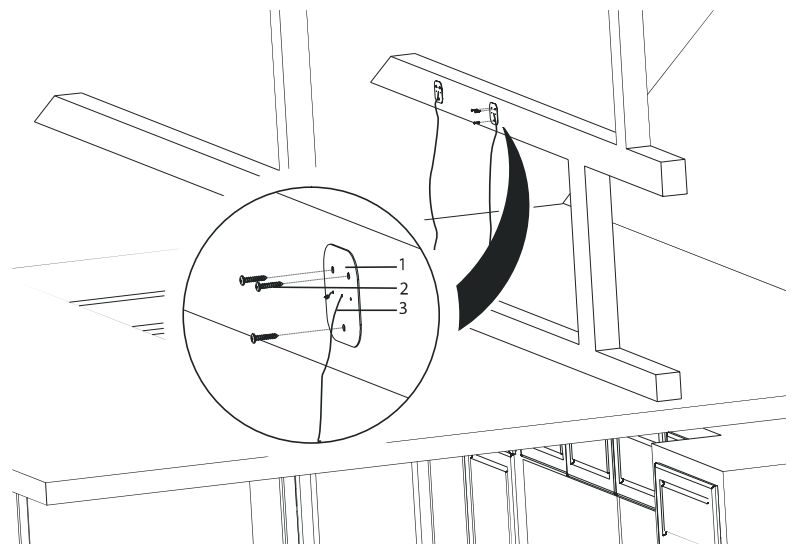

Fig. 19
4. ➔ Montér nu de 4 ophængningsplader, som stålwirerne sidder fast i, på et spær eller en lægte på loftet. Ophængningspladerne må vende på alle led (bemærk spærret eller lægten skal kunne bære emhætten under montering. Ophængningspladerne skal hver fastgøres med 3x 3,9x22 skruer (Fig. 19).